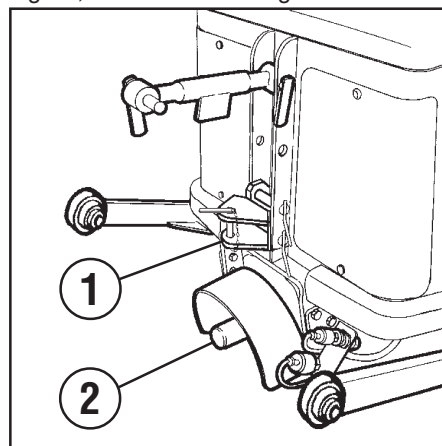

Fig. 4
Med gevindaksel og tilhørende beskyttelse (2 Fig. 4), ASAE profil 1" 3/8 (34,9 mm) med uafhængig kobling med hydraulisk styring, standardhastighed 1000 omdr./min. med motor ved 2500 omdr./min.. Rotationsretning: med uret.
- Forreste side, med trækkrog (tilbehør), med kobling til støttekonsoller til det tredje punkt, (1 Fig. 4) kun til bugsering af maskinen.